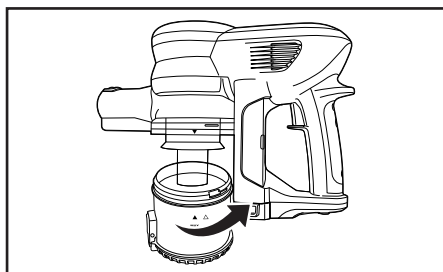

Fig. 3
1. Faites pivoter le réservoir à poussière dans le sens contraire des aiguilles d'une montre pour aligner les flèches et retirez-le de l'aspirateur (Fig. 3).